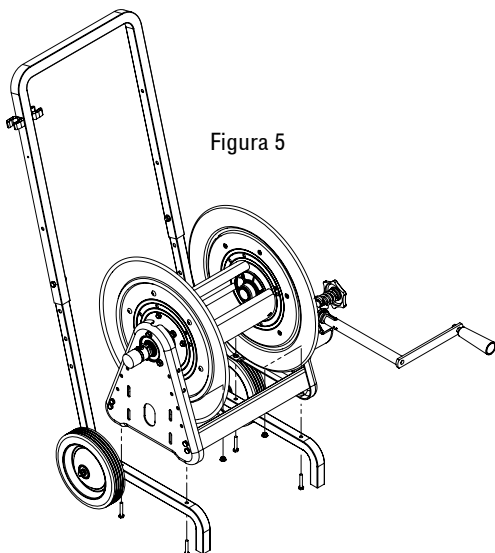

Figura 5
5. Del modo mostrado en la figura 5, conecte el carrete a la carreta colocando el carrete en la carreta y asegurándolo con cuatro tornillos de tapa hexagonal y cuatro tuercas de cerradura. Asegure que todas las conexiones fijadas con pernos están apretadas y seguras.